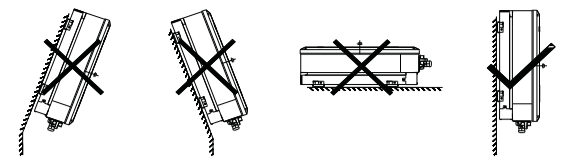

图 2 逆变器安装位置
- (1) 安装环境温度为-25℃~60℃；
- (2) 安装表面应垂直于水平线，如图 2 所示。